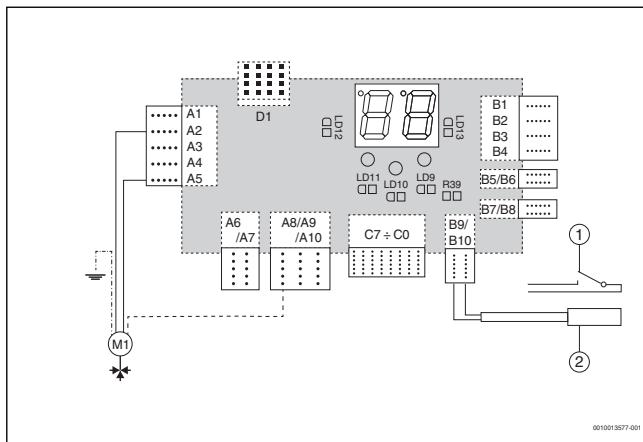

Рис. 1 Подключение 3-ходового клапана для управления горячим водоснабжением или резервным источником тепла
- ▶ Подключите провод исполнительного органа к электронному блоку котла в соответствии с электрической схемой (→рис. 1). Оставшиеся жилы изолируйте (речь идёт о внутренних контактах исполнительного органа).
- ▶ Подсоедините датчик к клеммам B9-B10 электронного блока в соответствии с электрической схемой (→рис. 1). На проводе датчика и клеммах не нужно соблюдать полярность.